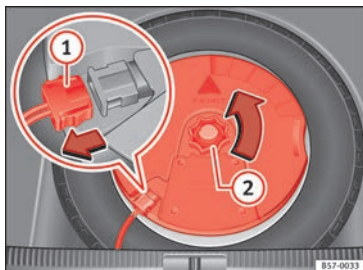

Abb. 249 Im Gepäckraum: Subwoofer ausbauen.
- Klemmen Sie das *Subwoofer*-Lautsprecher-Kabel ab » » **Abb. 249** ①.
- Drehen Sie das Befestigungshandrad entgegen dem Uhrzeigersinn heraus ②.